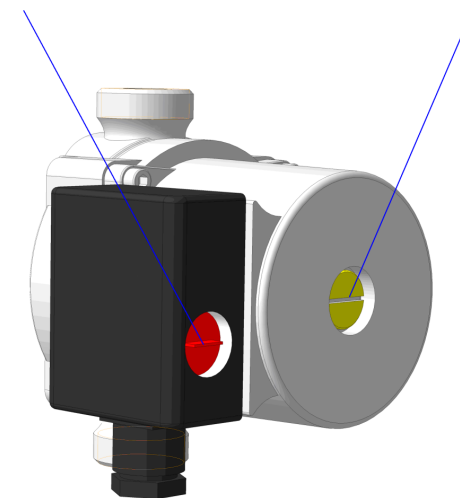

Рисунок 11
8.4 В начале отопительного сезона перед запуском прибора необходимо проверить, не заблокирован ли вал циркуляционного насоса отложениями или накипью. Для этого снимите кожух согласно п. 4.1 настоящего руководства, поднимите вверх панель управления (26), затем отвинтите защитный колпачок и поверните вал двигателя с помощью отвертки по стрелке (Рис. 11). Установите защитный колпачок на место.